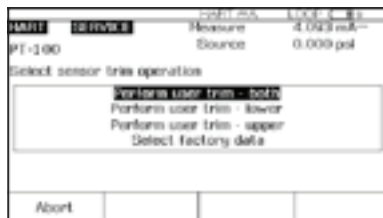

Figura 8.
5. Si la prueba Valor encontrado no se realizó correctamente (es decir, si hubo errores resaltados en la tabla de resumen de errores), será necesario realizar un ajuste. Pulse la tecla programable **Adjust** (Ajustar). Seleccione **Sensor Trim** (Ajustar sensor) y pulse **ENTER** (no seleccione **Pressure Zero Trim** [Ajustar a presión cero]). Es lo mismo que ajustar el sensor por debajo de cero, lo cual es útil para los transmisores de presión que no ofrecen la función Ajustar sensor). La pantalla del calibrador 754 tendrá el mismo aspecto que la Figura 8.